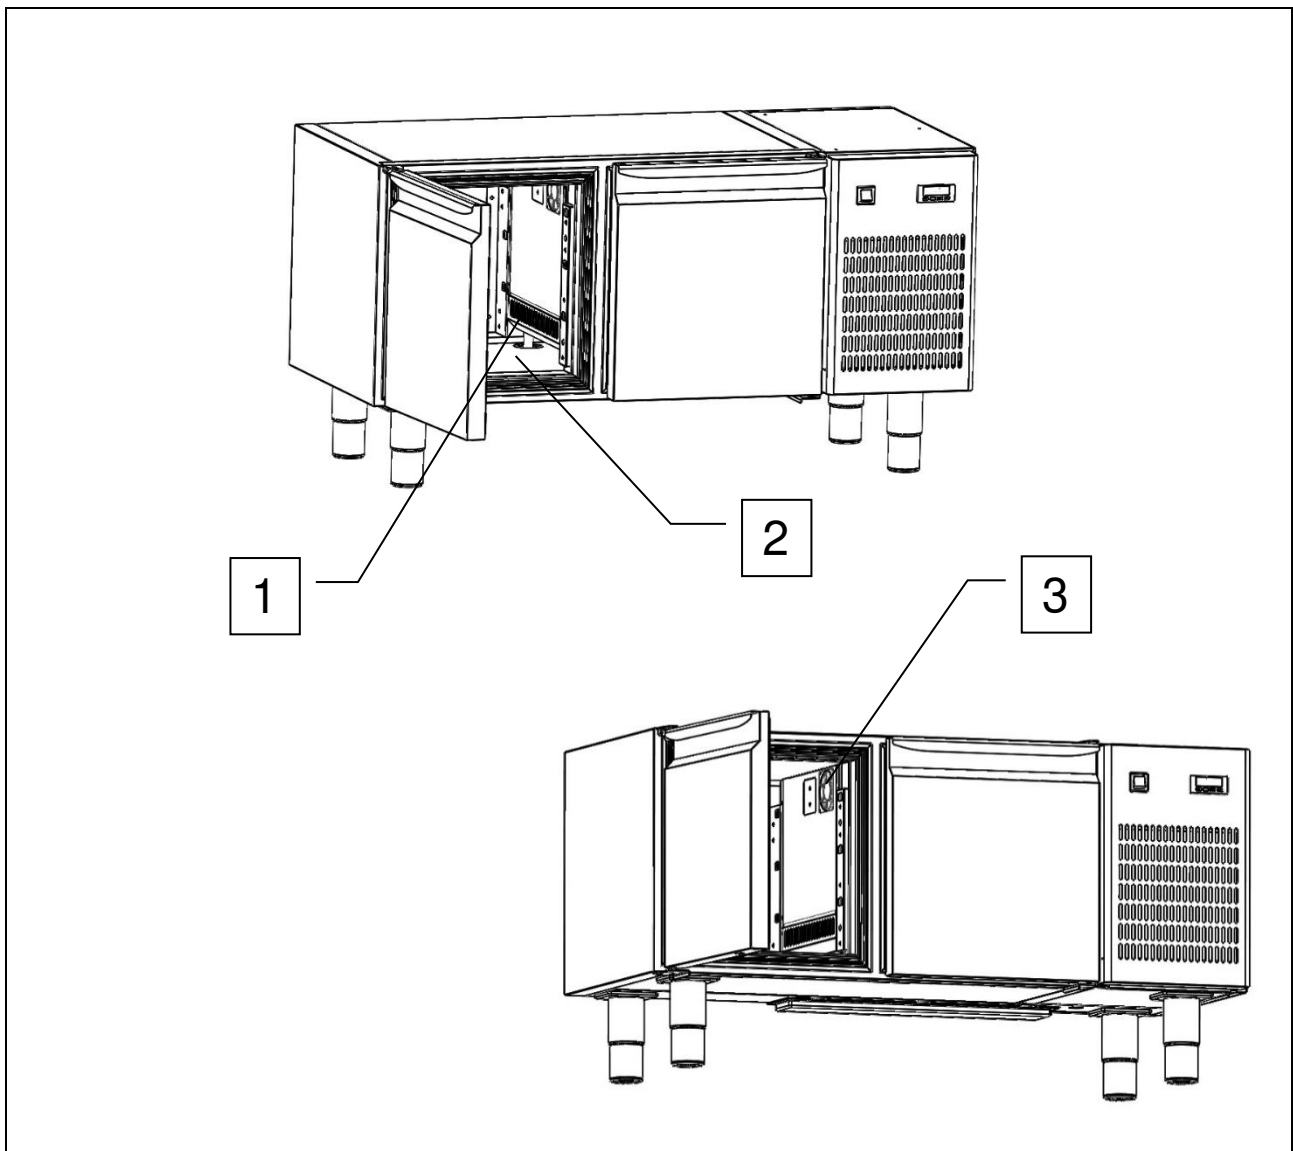

Abb. 4
- bei verstopften Luftleitungen (Bez. 1, Abb. 4);
- mit verschiedenen Lebensmittelprodukten (Speisen und Getränke), die sich dicht an den internen Belüftungsgittern (Bez. 2, Abb. 4) oder direkt auf dem Boden der Zelle (Bez. 3, Abb. 4) befinden.